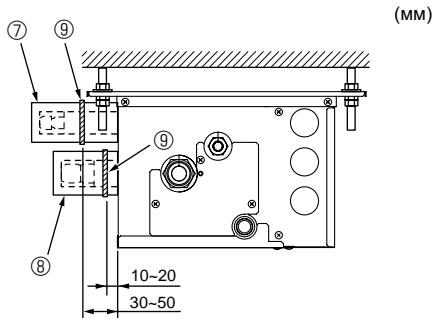

Fig. 7-5
► Выполните следующие процедуры, относящиеся к деталям ответственной коробки, которые не подключены к внутреннему прибору. (Fig. 7-5)
- (1) Для предотвращения утечек хладагента, убедитесь в том, что конусные гайки затянуты в соответствии со значениями крутящего момента*, указанными в Таблице 3.
- (2) Для предотвращения конденсации установите крышки труб ⓐ ⓓ и затяните их входящими в комплект поставки зажимами ⓕ.